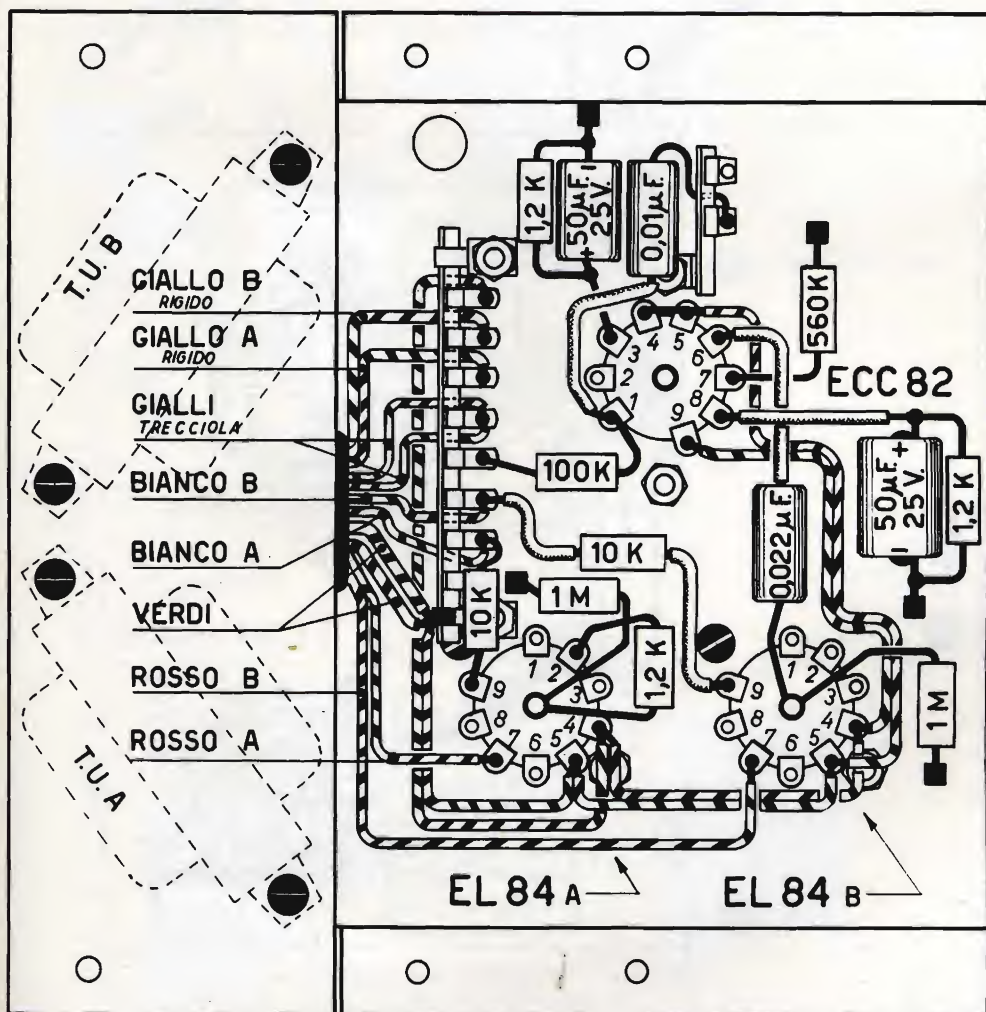

Fig. 9
1) Montare i tre zoccoli portavalvole con l'orientamento dei piedini corrispondenti a quello di fig. 9.
Lo schema da prendere in esame è quello di fig. 9.